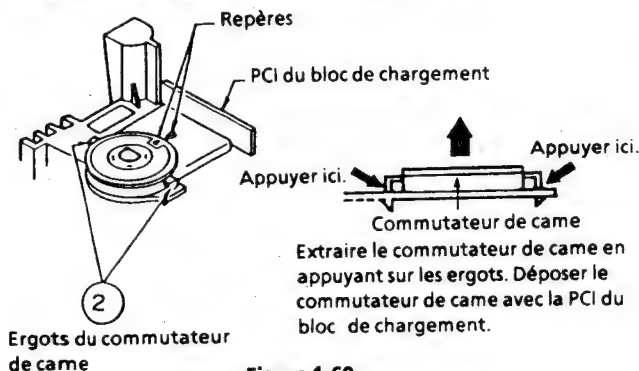

Figure 1-69.
1. Désolder les câbles ① du moteur de chargement.
2. Déverrouiller les ergots gauche et droit ② du commutateur de came du bloc de chargement. Extraire le commutateur de came et la PCI du bloc de chargement. (Voir Figure 1-69).